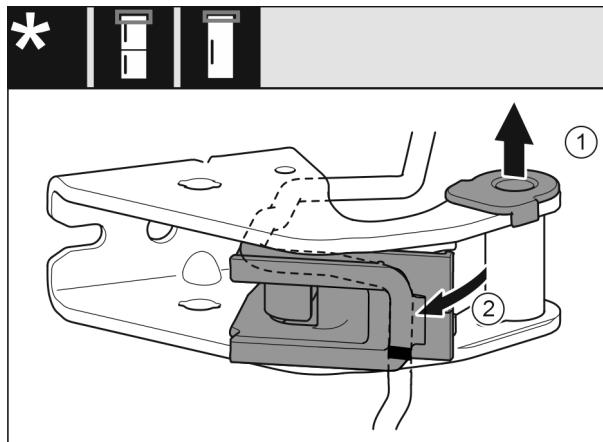

Fig. 28
- Lagerbuchse Fig. 28 (1) aus Führung ziehen.
- Kabelhalterung Fig. 28 (2) ausschwenken.